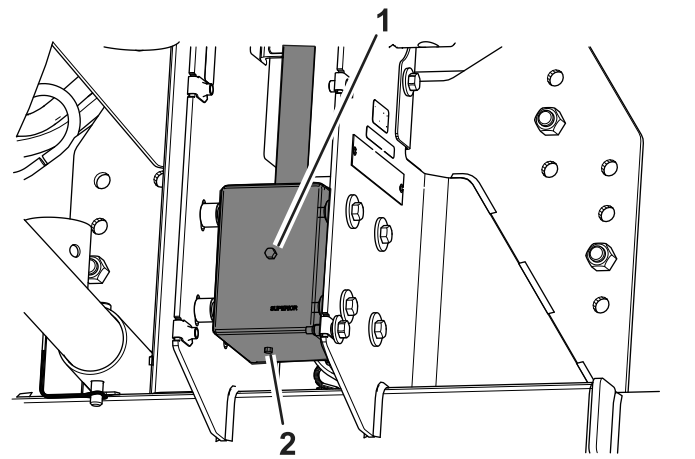

Figure 25
4. Retirez le bouchon de contrôle/remplissage sur le côté de la boîte d'engrenages (Figure 25).